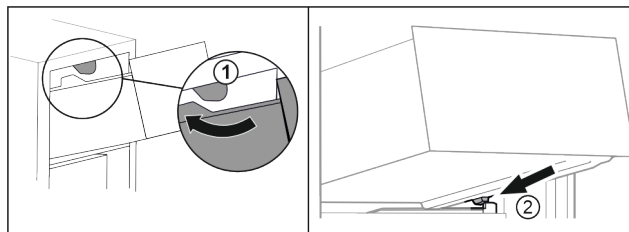

Fig. 61
► Poprowadzić szufladę wokół górnego stopera. Fig. 61 (1)
► Założyć szufladę pod skosem za dolnymi stoperami na żebro pojemnika. Fig. 61 (2)